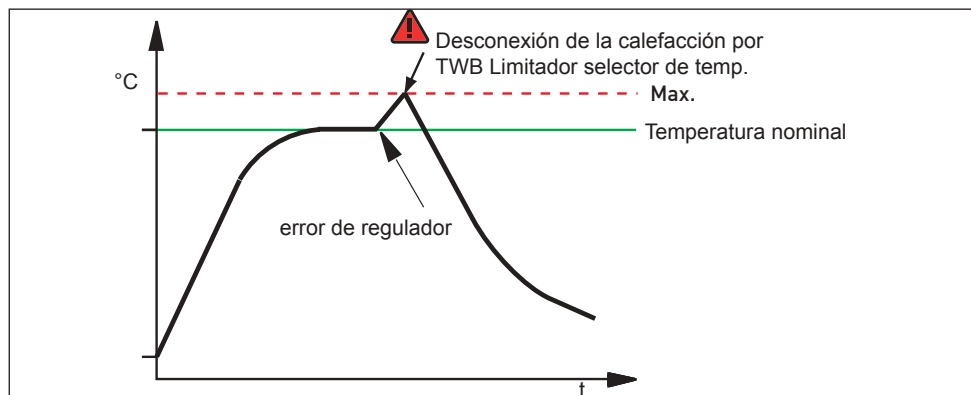

Fig. 20 Representación esquemática del modo de funcionamiento con el sistema de vigilancia de la temperatura TWB
Si se sobrepasa la temperatura de vigilancia máx. ajustada manualmente, el TWB desactiva la calefacción de forma permanente (Fig. 20); esta solo se podrá restablecer presionando la tecla de confirmación.
3. Apague el equipo (Fig. 20).